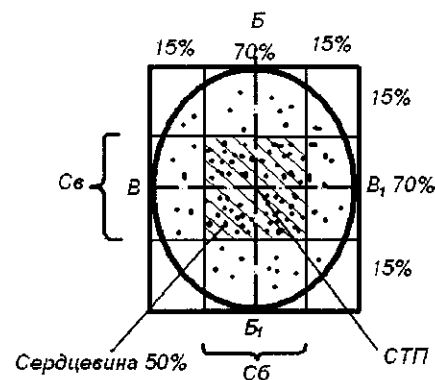

Рис. 5. Сердцевинные полосы и сердцевина рассеивания
**Сердцевинная полоса** — полоса рассеивания, содержащая в себе 70% попаданий (точек встречи), при условии, что ось рассеивания проходит по ее середине (рис. 5).
На рис. 5: